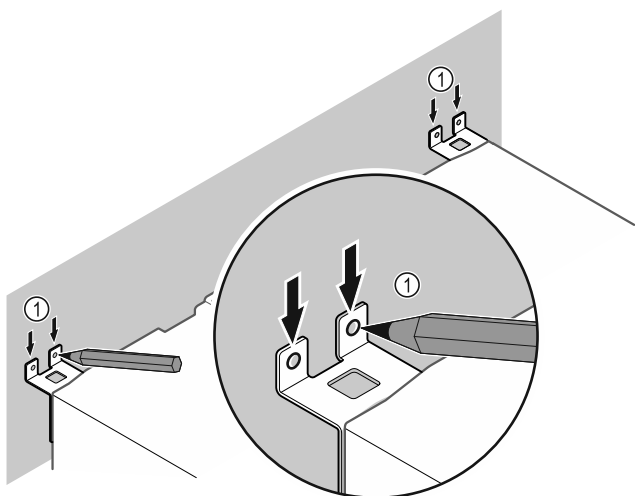

Fig. 11
- Na stezni narišite oznake Fig. 11 (1).